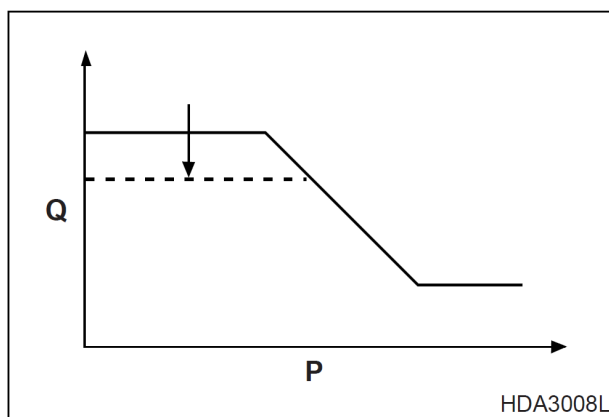
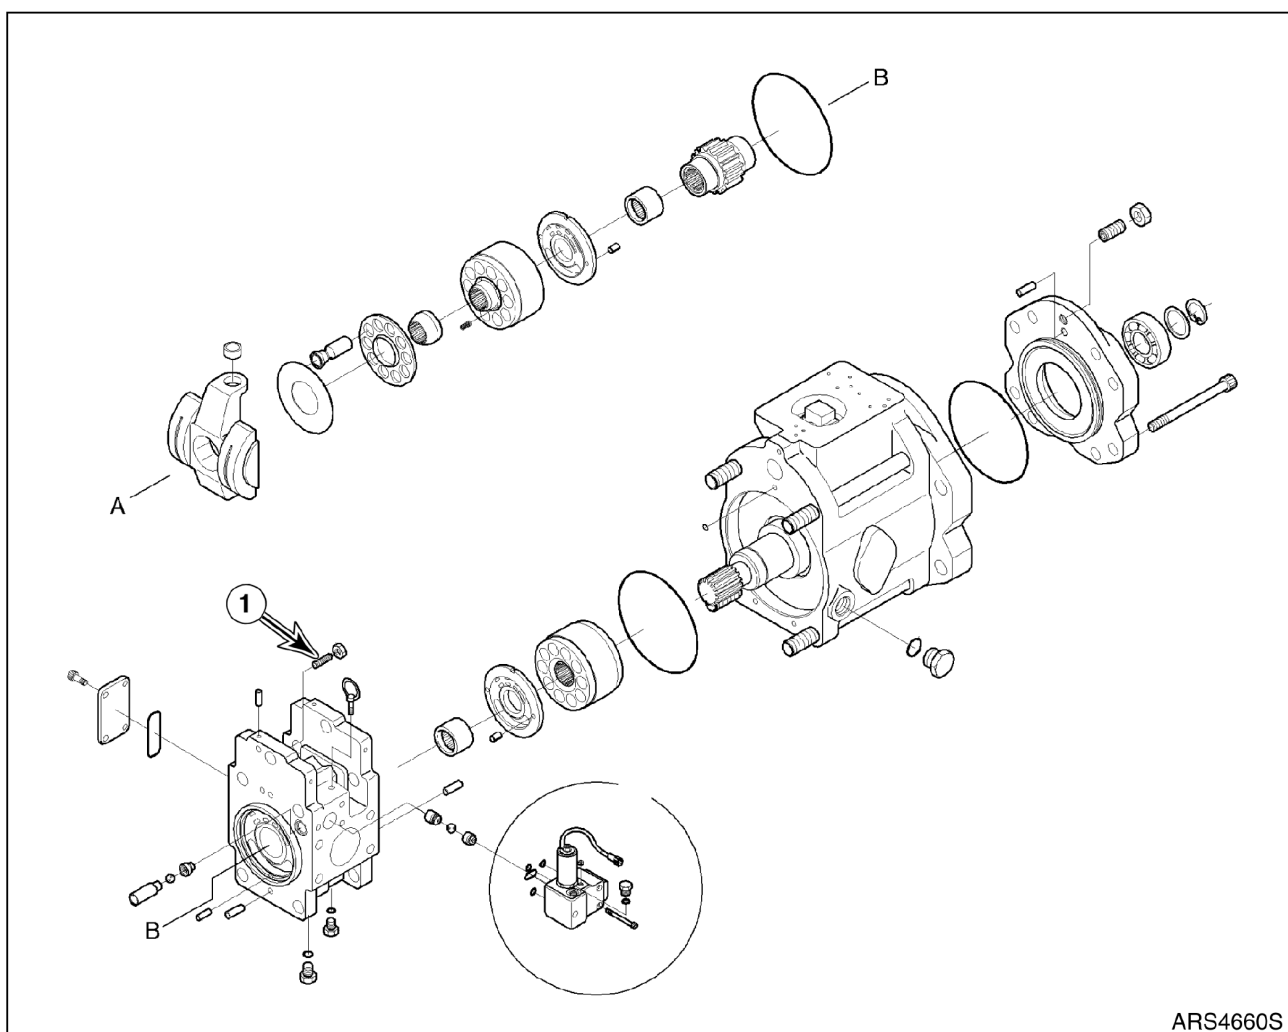

Рис. 15
Рис. 16
Регулировочный винт (1, рис. 16) влияет на расход (Q) насоса. Затягивание регулировочного винта приводит к понижению максимального расхода отсечения (как показано на рис. 15), а отвинчивание винта – к повышению расхода отсечения.